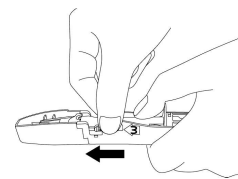
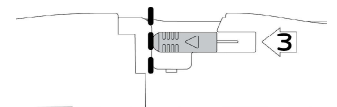

図 3 スライダーの移動 (ゆっくり)
図 4 スライダー位置の確認
④ 挿入器のボディを親指で固定し、スライダーをゆっくり(約 3 秒をかけて)、上下方向に力が加わらないように注意しながら、矢印の方向(刻印 3)に止まるまで移動させ、レンズを押し進める(図 3)。スライダーが完全に(図 4 点線の位置まで)突き当たっている事を確認する。移動したスライダーは戻さないこと。押し進めた後の状態で 3 分以上放置しないこと。